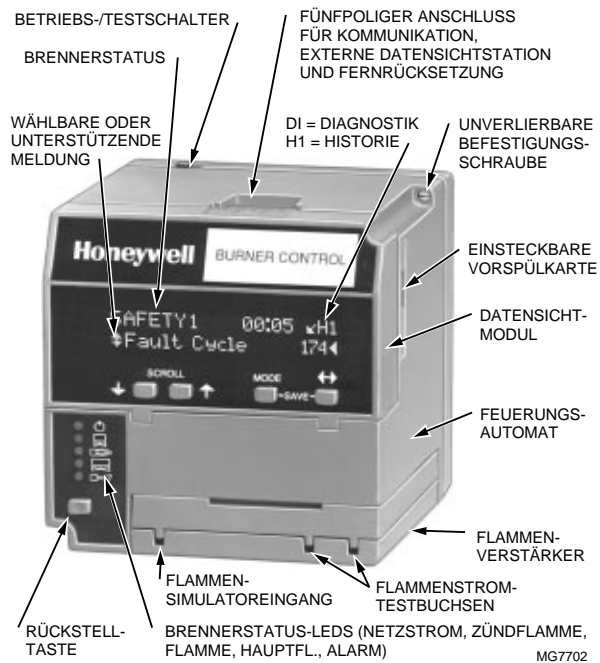

Abb. 17. Datensichtmodul mit Brennerstatus-LEDs (Tabelle 5).
Auf der ersten Zeile des Vakuumfluoreszenzdisplays (VFD) werden folgende Informationen angezeigt: aktueller Status der Brennersequenz (STANDBY, VORSPÜLUNG, VORZÜNDUNG, SICHERHEIT 1, STAB. ZÜNDFLAMME, ZÜNDVERSUCH HAUPTFL., BETRIEB und NACHSPÜLUNG), Zeitangaben in Minuten und Sekunden (VORSPÜLUNG, SICHERHEIT 1, ZÜNDVERSUCH HAUPTFL. und NACHSPÜLUNG), Haltdaten (VORSPÜL. HALT: K19) sowie Verriegelungsdaten (Verriegelung, Fehlercode, Meldung und Sequenz) (siehe Abb. 17). Am äußersten rechten Ende der ersten Zeile wird entweder eine Leerstelle oder ein kleiner Pfeil mit 2 Buchstaben angezeigt, der auf die zweite Zeile gerichtet ist. Der aus zwei Buchstaben bestehende Code wird wie folgt entschlüsselt: DI-Diagnose-Info, Hn-Historische Daten. Werden Pfeil und Buchstabencode angezeigt, enthält die zweiten Zeile ein Untermenü mit wählbaren Meldungen. Die zweite Zeile kann wählbare oder unterstützende Meldungen enthalten. Eine wählbare Meldung bietet Informationen über Flammenstärke, Systemstatus, System- oder Selbstdiagnose und Störungssuche. Unterstützende Meldungen werden in Klammern angezeigt und enthalten eine detaillierte Meldung zur Unterstützung der Brennerstatusinformationen. Auch eine Verriegelungsmeldung kann als unterstützende Meldung angezeigt werden. Eine wählbare Meldung wird durch eine unterstützende Meldung ersetzt, um die Brennerstatusinformationen zu unterstützen. Wenn eine unterstützende oder eine Verriegelungsmeldung verfügbar ist, wird die wählbare Meldung nach 60 Sekunden mit einer unterstützenden Meldung ersetzt. Die LEDs des Feuerungsautomaten SERIE 7800 bieten eine positive visuelle Anzeige der Programmsequenz: NETZSTROM, ZÜNDFLAMME, FLAMME, HAUPTFL. und ALARM.
**Tabelle 5. Anzeige Der Brennerstatus-Informationen (Siehe Abb. 17).**